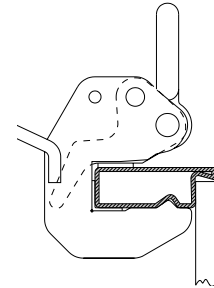

Fig. 36.4
3. Pour verrouiller, remettre le levier de sécurité en position initiale (Fig. 36.4).
Si les panneaux sont couchés, les crochets de levage doivent être fixés sur le montant des panneaux en respectant le centre de gravité. S'il y a plusieurs panneaux, les crochets de levage doivent être fixés sur la jonction (Fig. 36.4). De cette façon, les crochets de levage ne peuvent pas glisser.